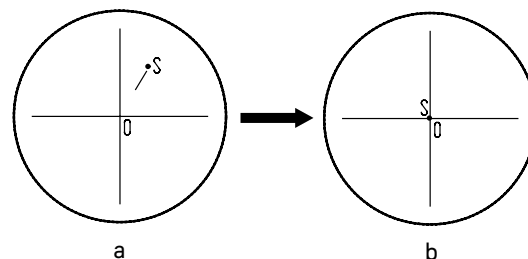

Рис. 13. Настройка канала визуализации
- Установите рукоятку переключения светового потока 4 в положение для наблюдения через окуляры. Наблюдая объект через окуляры, найдите отличительную точку в поле зрения (легко идентифицируемую цель, такую как точка S на рис. 13а), переместите объект на предметном столике так, чтобы данная точка находилась в центре поля зрения как показано на рис. 13б. Для этой процедуры вместо обычного препарата удобно использовать специальный калибровочный слайд с перекрестием, а вместо обычного окуляра – окуляр с перекрестием.